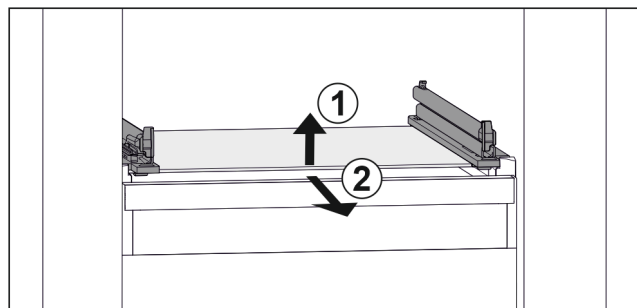

Fig. 100 Príklad zobrazenia sklenenej dosky
- ▶ Nadvihnite sklenenú dosku vpred. Fig. 100 (1)
- ▶ Odoberte sklenenú dosku dopredu. Fig. 100 (2)